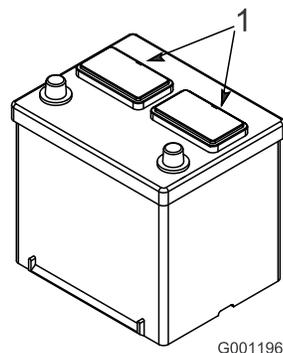

Рисунок 9
2. Очистите поверхность аккумулятора и снимите вентиляционные пробки (Рисунок 9).